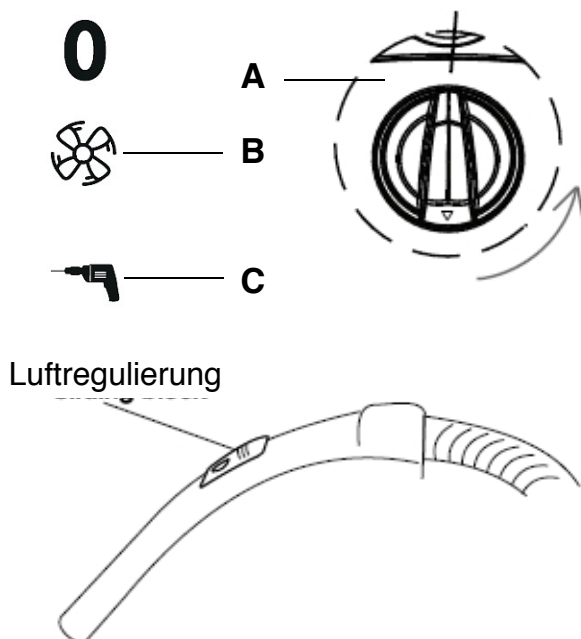

Abb. 15: Bedien- und Einstellmöglichkeiten
Schritt 4: Über den Drehschalter (Pos. A, Abb. 15) können Sie die Betriebsart einstellen. Sie können wählen zwischen:
- Manueller Funktion (Pos. B, Abb. 15)
- Automatische Funktion in Kombination mit der Steckdose für ElektrogerätenT Max. 2200 W (Pos. C, Abb. 15)